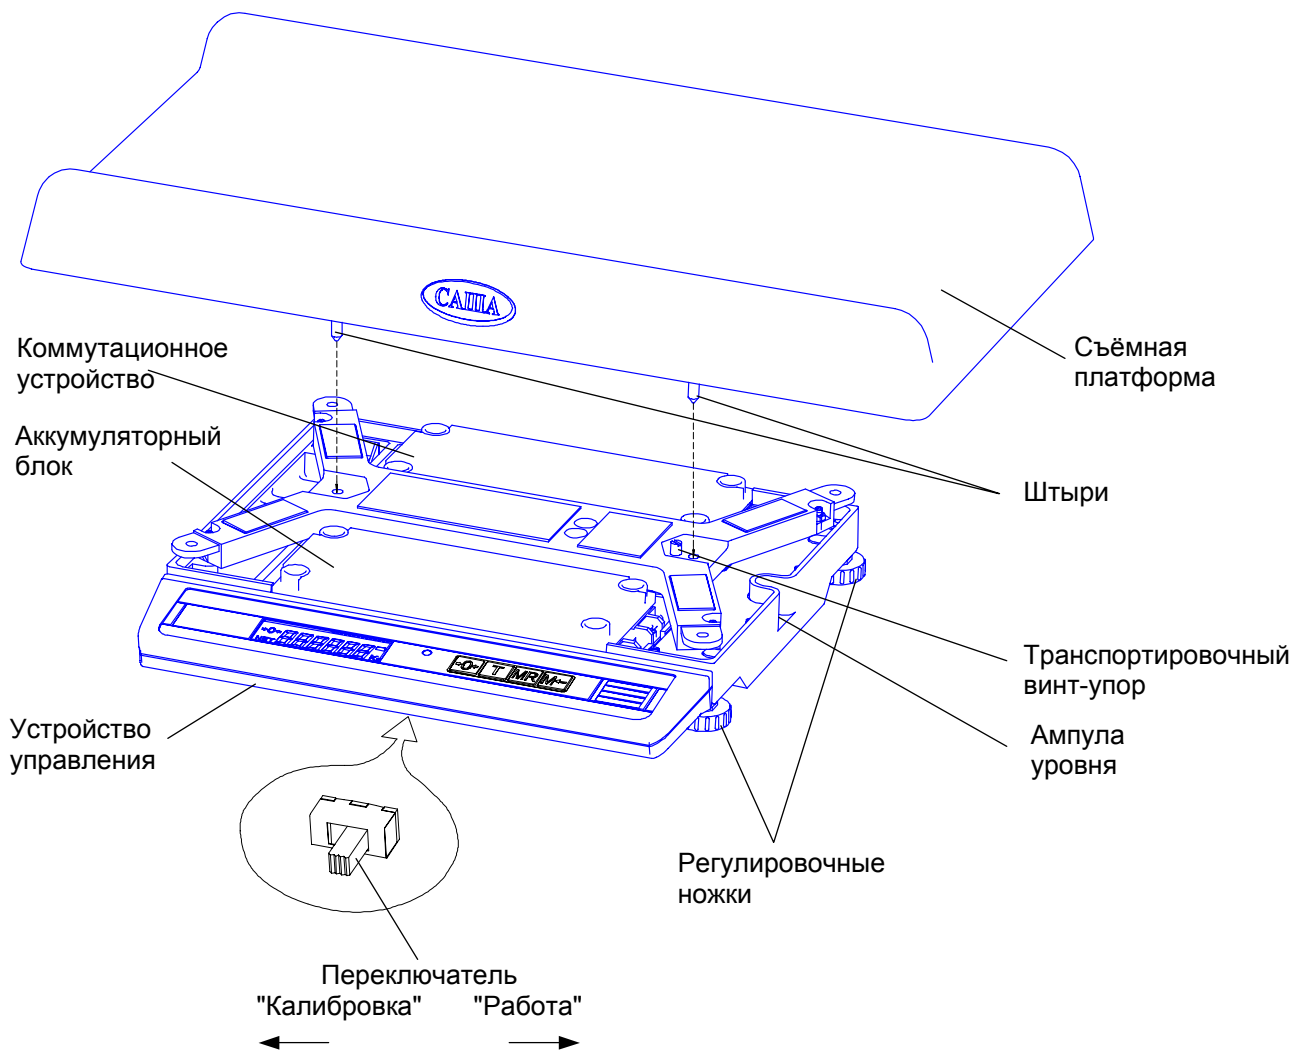

Рисунок 8.1 – Сборка весов
9.1 Весы поставляются с отключенным аккумулятором. Для подключения аккумулятора необходимо: снять крышку аккумуляторного блока, предварительно отвинтив винты её крепления (рисунок 8.1). Соединить клеммы проводов с аккумулятором. Красный провод соединить с клеммой «+» аккумулятора, чёрный провод с клеммой «-». Установить крышку и завинтить винты её крепления.
9.3 Вывернуть транспортировочный винт-упор, вращая его только против часовой стрелки (рисунок 8.1).
- включить весы в режим калибровки. Для этого необходимо вывернуть винт в корпусе устройства управления, обозначенный знаком «▼», вынуть пломбирочную чашку и через образовавшееся отверстие установить переключатель режима работы в положение "Калибровка" (рисунок 8.1).